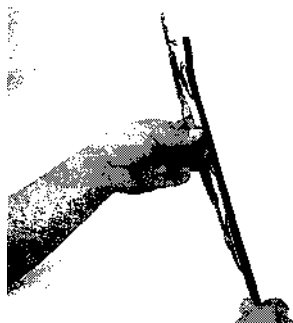

Рис. 5.5. Отсоедините вставку и вытяните ее с конца рамки
- 5 Отсоедините вставку щетки и вытяните ее с правого конца рамки (см. рис. 5.5).